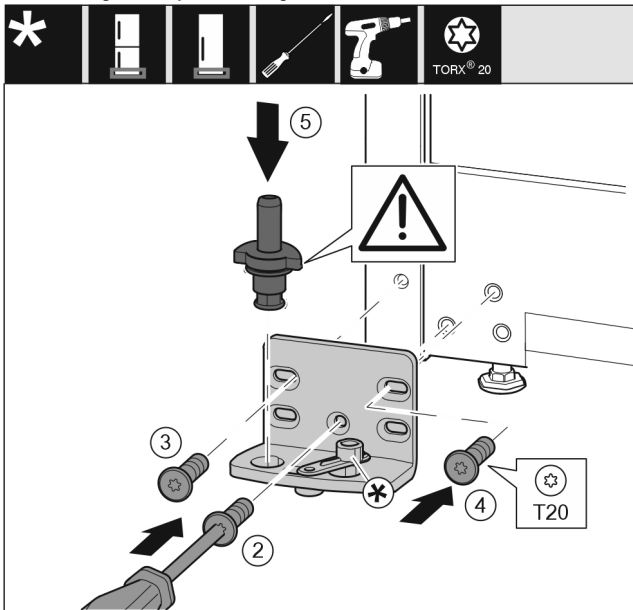

Fig. 36
- Lagerbus op de andere kant aanbrengen en met behulp van een schroevendraaier T20 vastschroeven. Met schroef 2 onder in het midden beginnen. *Fig. 36 (2)*
- Schroef 3 en 4 vastschroeven. *Fig. 36 (3,4)*
- Lagerbout volledig aanbrengen. Let op dat de vergrendelnok naar achter wijst. *Fig. 36 (5)*